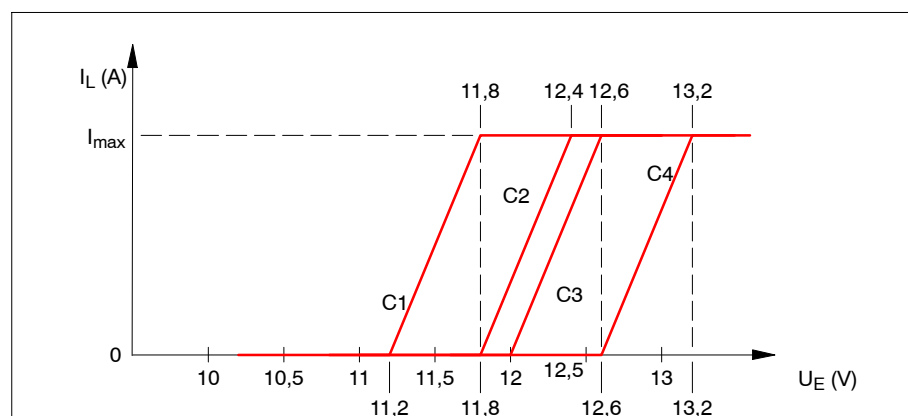

Bild 12 Charakteristik Ladestrombegrenzung C1 bis C4 (Werte beispielhaft, sie weichen ggf. je nach Fahrzeughersteller ab)
- Eine der LEDs in der linken Spalte leuchtet, z. B. die zweite LED von oben. Das bedeutet, dass die Kennlinie C2 eingestellt ist (weitere Informationen zu den Kennlinien, siehe Bild 12).